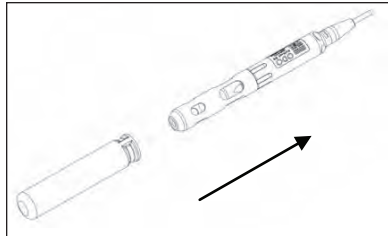

Figure 3
5. Glissez le manchon d'étalonnage/stockage sur la protection de la sonde afin de conserver la sonde dans un milieu humide lors de l'entreposage et de l'étalonnage (Figure 3). Il est important de conserver toujours le capteur dans un milieu humide afin que l'embout de capteur ne se dessèche pas.